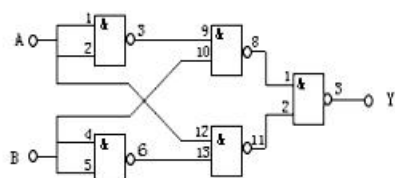
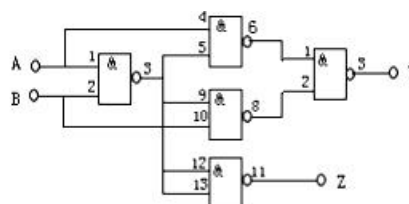

图1.2 逻辑电路
图1.3 逻辑电路
(1) 用 74LS00 双输入四与非门电路，按图1.2、图1.3 接线，将输入输出逻辑关系分别填入表1.2，表1.3 中。